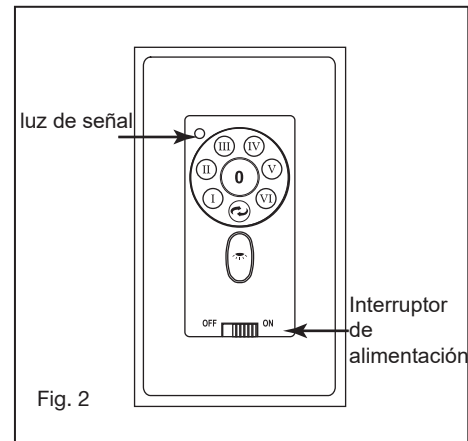

Fig. 2
- 1 Quite uno de los tres tornillos del eje de montaje ubicado en el motor del ventilador. Afloje los otros 2 tornillos. (No quitar) (Fig.2)
- 7 Luz de señalización (Fig. 2)